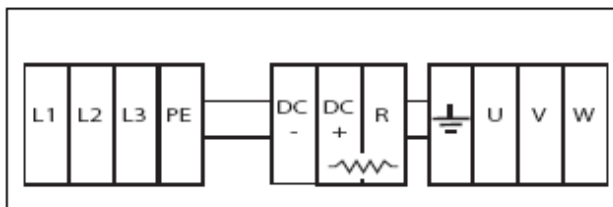

图 25 主电源线、机电缆的连接
1. 如图 25 所示连接主电源的电缆。变频器上的 RFI 滤波器必须符合第二环境标准。
2. 如图 25 所示连接机电缆。依照 EMC 标准选择适用的电缆，电缆两端都需要进行屏蔽处理，且分别连至电机接线盒和变频器接线盒。